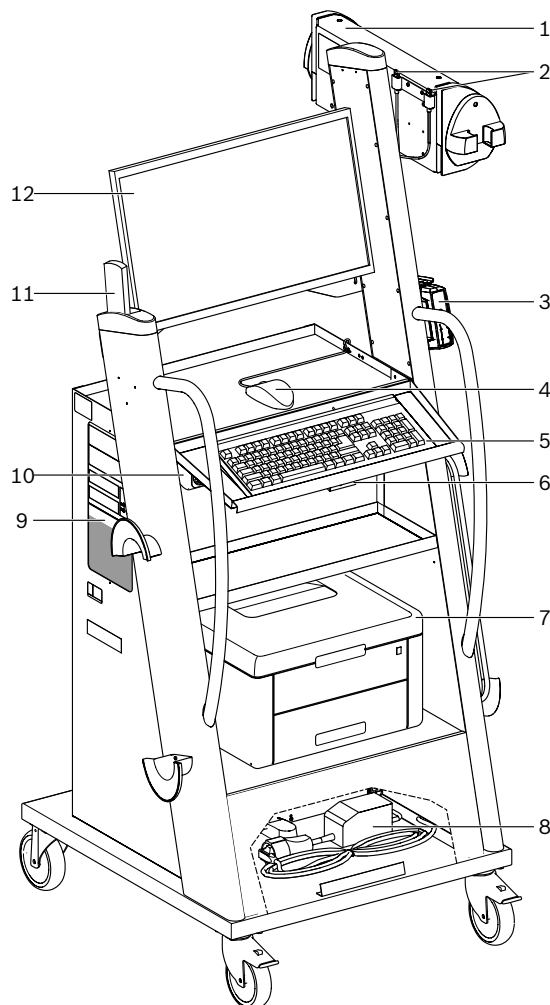
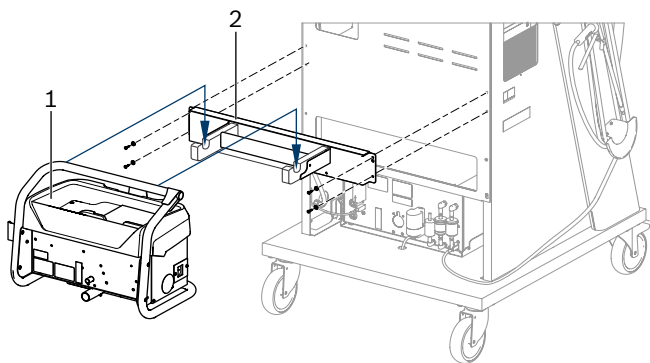

Fig. 1: Vedere frontală FSA 740
Fig. 4: Montarea suportului
2. Montați suportul pentru BEA 070 (Fig. 4, Poz. 2) pe cărucior.
3. Suspendați BEA 070 (Fig. 4, Poz. 1) în suport și, dacă doriți, introduceți cablul de conectare USB în BEA 070 și în racordul USB de pe partea din față a PC-ului (Fig. 1, Poz. 9).
4. Racordați cablul de rețea la BEA 070 și la prelungitor (Fig. 1, Poz. 10).
7. Îndepărtați siguranțele de transport de la imprimanta laser conform instrucțiunilor anexate. Așezați imprimanta laser (Fig. 1, Poz. 7) în cărucior și conectați-o. Cablul de rețea și cablul de conectare USB se află în cărucior și sunt pregătite de racordare.
Porniți sau opriți FSA 740 de la întrerupătorul de rețea central de pe partea din față a aparatului (vezi Fig. 1, Poz. 10).